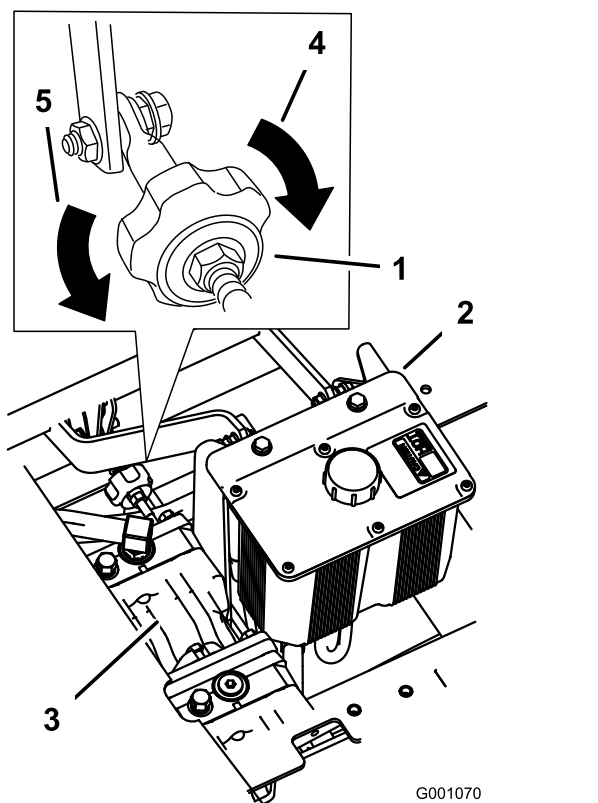

Figura 101
- Regolate la lunghezza dell'asta della pompa facendo girare nella direzione opportuna la manopola, finché la ruota si ferma o si sposta leggermente indietro (Figura 101).